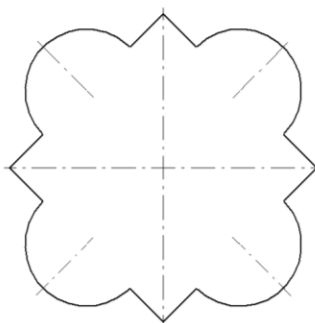

Рис. 54
6. Прочертить осевые линии для дуг (рис.54) поверх вспомогательных линий, используя привязку **Точка на кривой**. Стереть вспомогательные линии.